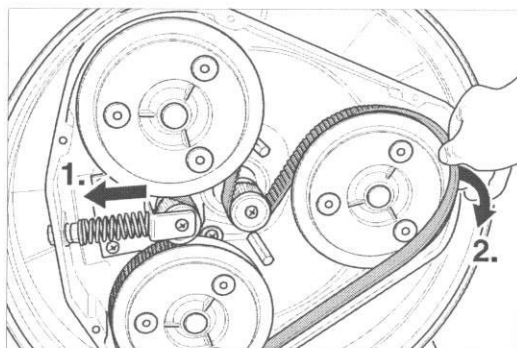

Fig. 39 Repoussez le tendeur de courroie dentée et enlevez la courroie dentée.
- 9 Repoussez le tendeur de courroie dentée. La courroie dentée peut maintenant être enlevée (fig. 39).